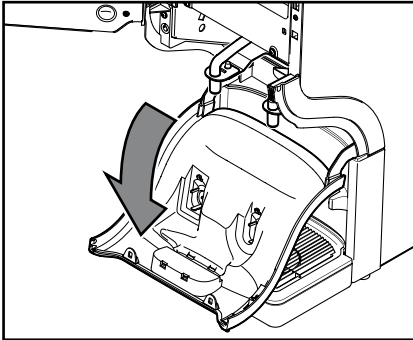

Fig. 26
- Abbassare la copertura di scolo verso il basso (fig. 26).